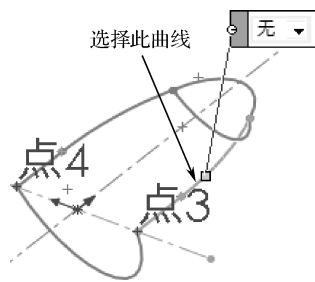
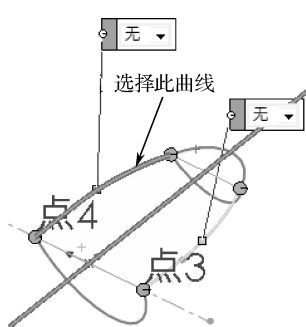

图 14-21 选择的曲线
图 14-22 选择的曲线
选择菜单栏中的“插入”→“曲面”→“边界曲面”命令, 系统弹出“边界-曲面”属性管理器, 单击“方向 1 (1)”选项组下的选项框, 然后选择如图 14-21 所示的曲线, 其显示一个方向的边界曲面预览; 选择另外一条曲线, 其生成边界曲面预览, 如图 14-22 所示。